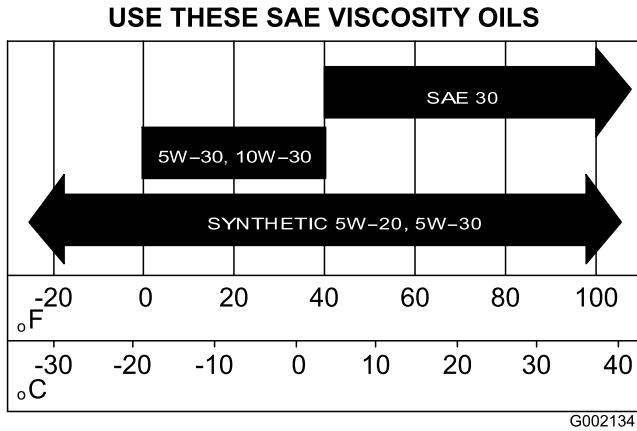

Figura 31
5. Llene el cárter con aceite nuevo del tipo y viscosidad especificados; consulte Figura 31 en Cambio del aceite (Modelos 07273 y 07273TC) (página 30).